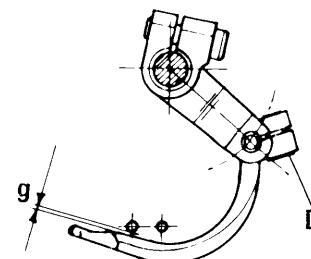
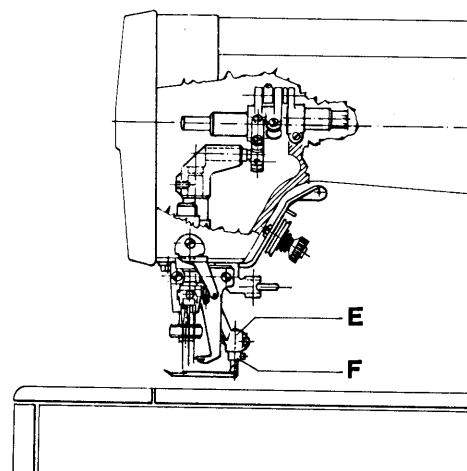

Fig. 33
Fig. 35
3. (quota "g") Per ottenere la quota "g" allentare la vite D (fig.33) e ruotare il crochet. Far attenzione che l'anello di fermo F sia sempre a battuta contro il porta crochet E (fig.35).